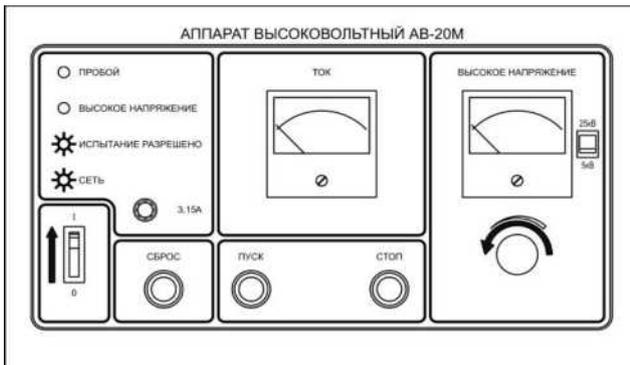

Рис. 4
7.2. Включите установку (рис.4), переведя ручку автоматического выключателя сети в положение «1». При этом должна включиться индикация «СЕТЬ».